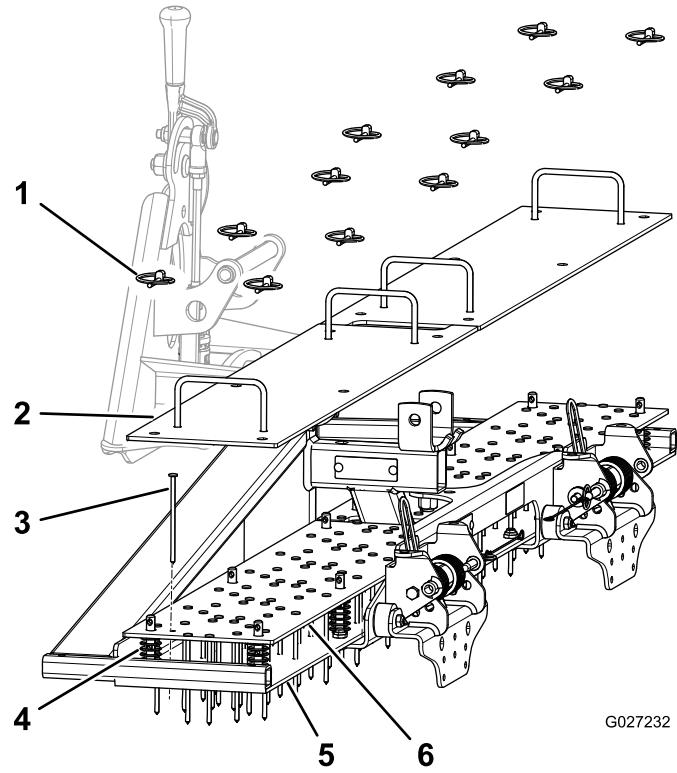

Bild 8
1. Montieren Sie die Nagelplatten (Bild 8).
2. Setzen Sie die Nägel ein (Bild 8).
3. Montieren Sie die oberen Platten (Bild 8).
4. Verstellen Sie die oberen Platten auf die bevorzugte Stellung und setzen sie die Klappstecker ein (Bild 8).